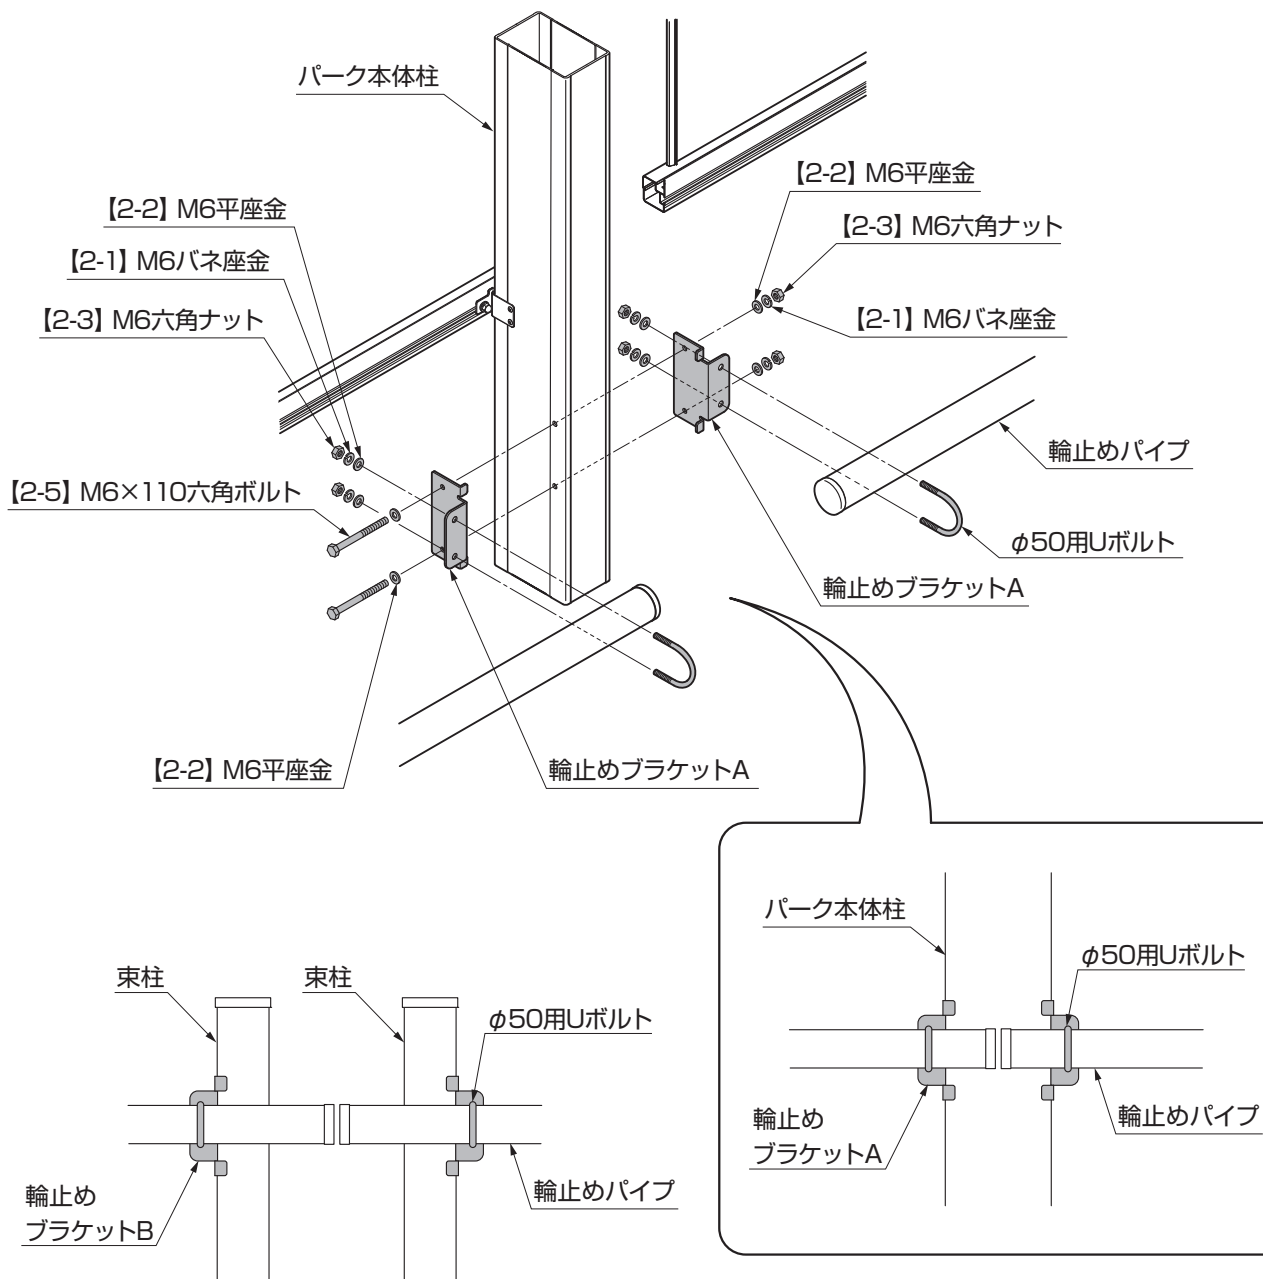

図8-1
- L36・L43・L50型の場合は、束柱で輪止めパイプを固定します。(図8-1参照)